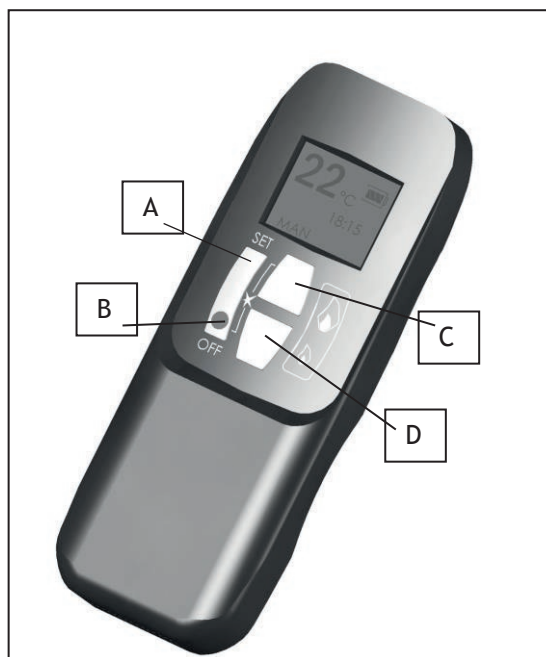

fig. 1.1 Fjernkontroll
Press og hold RESET knappen med en spiss gjenstand (en penn eller lignende) til du hører to pip. Etter det andre litt lange pipet så slippes RESET knappen. Innen 20 sekunder trykk på D knappen (fig. 1.1 Side 8) til du hører et langt signal som bekrefter at senderkode er satt.
Trykk på AV-knappen (knapp B fig. 1.1) på fjernkontrollen. Dette vil slukke alle brennere inkludert pilotflammen.
Merk: - Hvis du gjentatte ganger trykker på den lille flamme knappen (knapp D fig. 1.1) vil brennerne skrus av men pilotflammen vil være tent.
For å øke flammen, trykk på den store flamme knappen (knapp C fig 1.1.).
For å redusere flammen, trykk på den lille flamme knappen (knapp D fig 1.1.).
Trykk samtidig på OFF og LITEN FLAMME (knapper B og D fig. 1.1) inntil displayet skifter fra Fahrenheit/12 timers klokke til Celsius/24 timers klokke og vice versa.
B. Samtidig å trykke på STOR FLAMME og LITEN FLAMME (knapper C og D fig. 1.1)
Trykk på STOR FLAMME (knapp C fig. 1.1) for å stille timer.
Trykk på LITEN FLAMME (knapp D fig. 1.1) for å stille minutter.
Trykk OFF (knapp B fig. 1.1) for å gå tilbake til standard driftsmodus eller bare vent og den vil gå tilbake til standard modus etter ca. 15 sekunder.